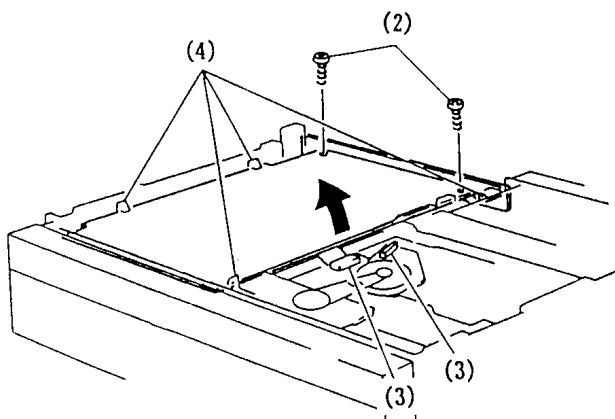

Abb. 4-5 SSA-Leiterplatte
4. SSA-Leiterplatte (Abb. 4-5, 4-6)